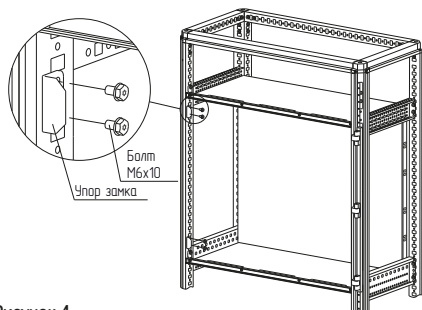

Рисунок 4
4.1.7 Установить упоры замка в соответствующие места и закрепить болтами самонарезающими М6х16 (рисунок 4). Момент затяжки – 7 Н·м.